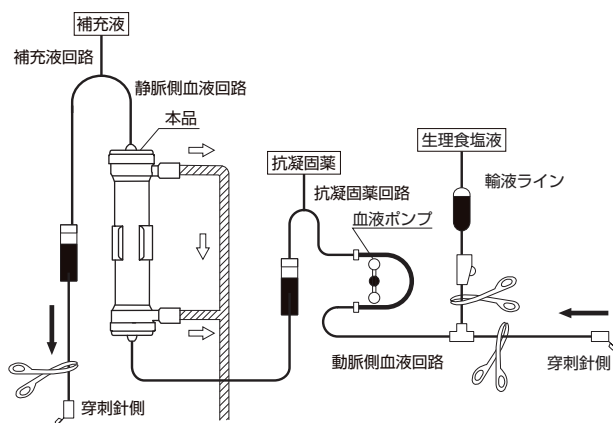

図2 治療前準備及びプライミング時の回路への接続図
- 9) 必要部分を鉗子などでクランプし、血液回路にねじれや折れが無いことを確認して治療前準備が完了します。(図2参照)